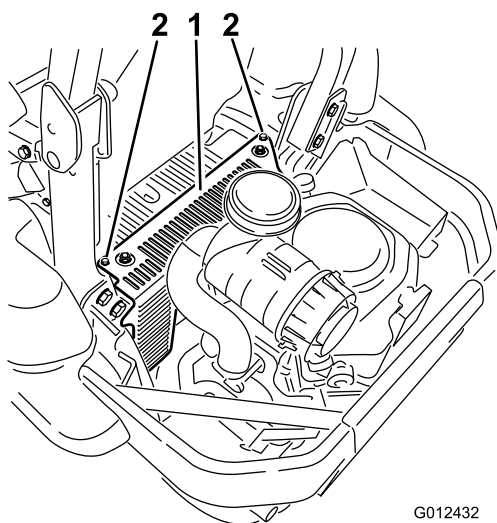

Figura 56
3. Retire o resguardo da unidade hidráulica e os 2 parafusos presos nele (Figura 56). Isto dá-lhe acesso à vela de ignição dianteira.
Instale o resguardo da unidade hidráulica (Figura 56).